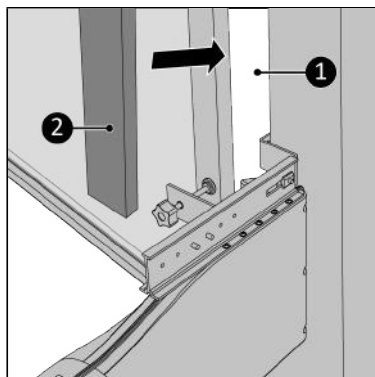

Abbildung 118.
16. Schrauben Sie die Klemmschraube vorsichtig am Fensterrahmen fest (Abbildung 118, Pos. 1).
17. Füllen Sie die Freiräume (Abbildung 118, Pos. 1) mit dem gelieferten Isolierschaum (Abbildung 118, Pos. 2) auf, schneiden Sie den Schaum ab, falls notwendig\*.